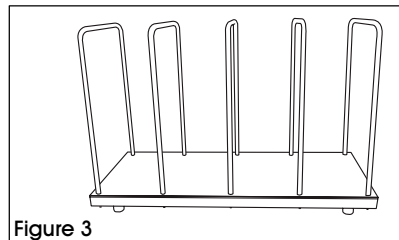

Figure 3
3. Repeat steps 1 and 2 to attach remaining carton dividers (B). (See Figure 3)
3. Répétez les étapes 1 et 2 pour fixer le reste des séparateurs de carton (B). (Voir Figure 3)